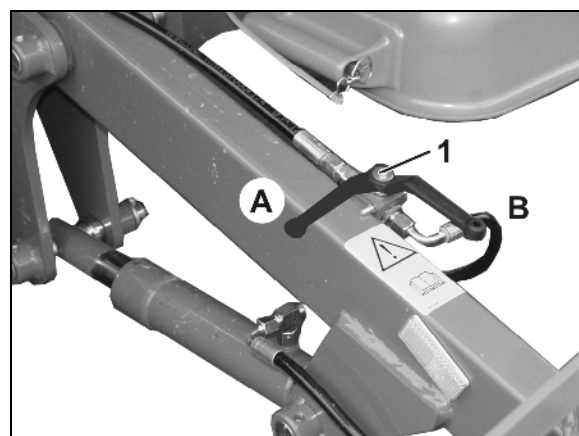

Рис. 119
7. Перевести запорный кран (Рис. 119/1) в положение **B**.